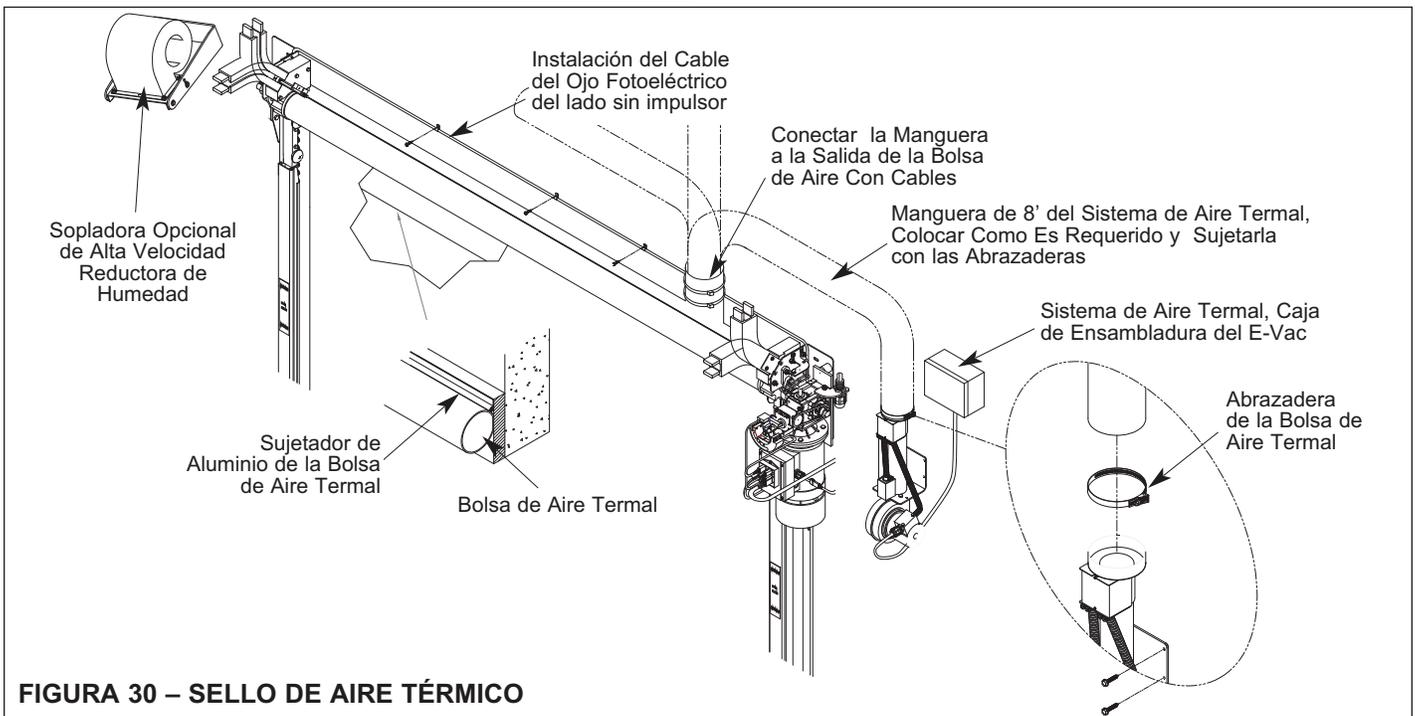

**FIGURA 27 - CORTINA FR**
9. Sujetar el soporte superior del rodillo de la cortina sobre el apoyo superior de la cortina (FasTrax FR), si se quito anteriormente (FasTrax). Nota, las puertas FR también necesitaran tener la taza del extractor atada al soporte del rodillo de la cortina, Figura 27.
11. Sujetar la manguera a la taza del extractor en el sujetador del rodillo, Figura 27.